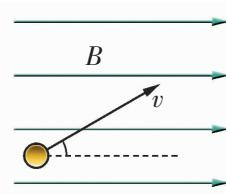

图 1-4-8
5. 如图 1-4-8 所示，在磁感应强度为 1 T 的匀强磁场中，一根长 20 cm 的导线以 2 m/s 的速度运动，运动方向与磁感线成 30° 角，求导线中的感应电动势的大小.